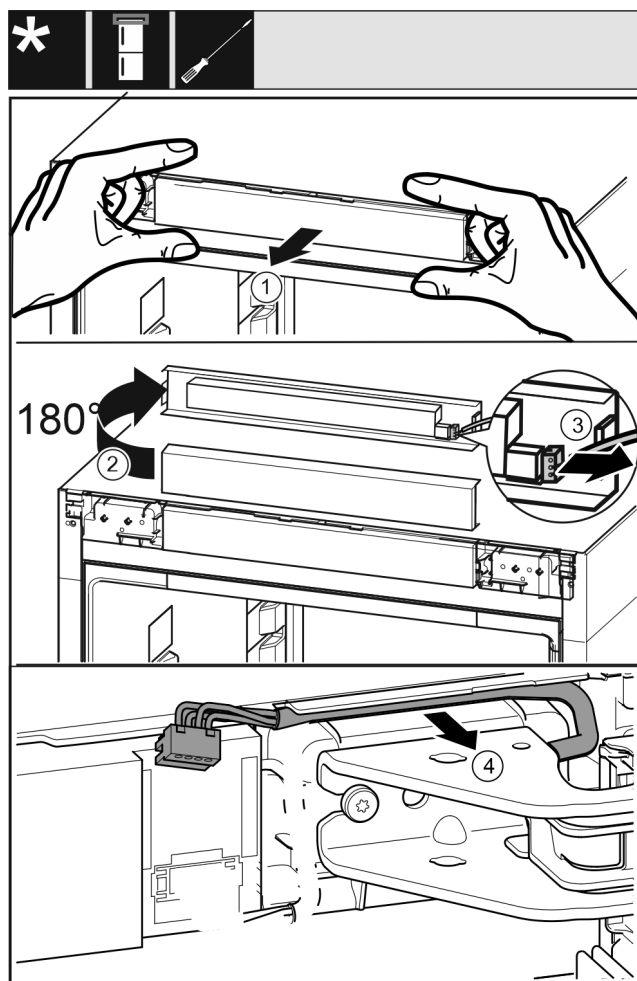

Fig. 19
- Libérer soigneusement le panneau de commande de l'appareil vers l'avant. Fig. 19 (1)
- Faire tourner le panneau de commande vers le haut de 180°. Fig. 19 (2)
- Pousser l'ergot vers l'arrière et retirer soigneusement la prise. Fig. 19 (3)
- Sortir délicatement du guide le câble au-dessus du support de palier. Fig. 19 (4)